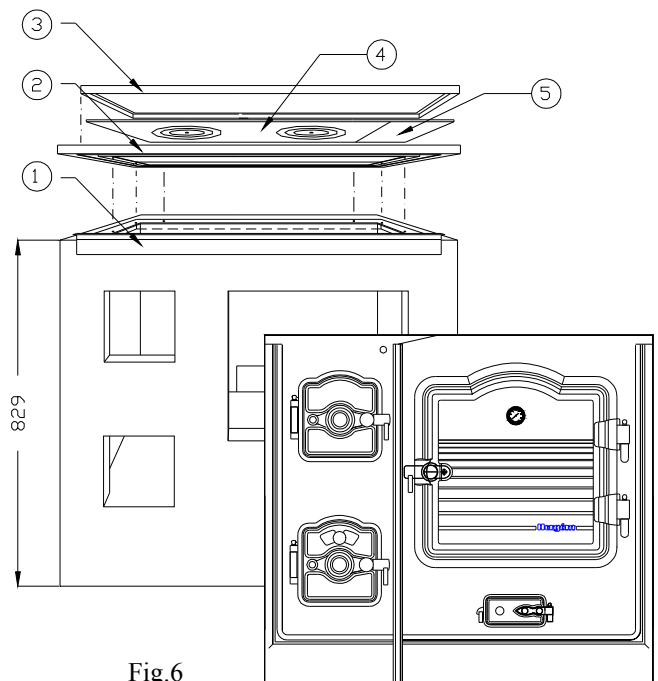

Fig.6
Coloque el **protector bajo encimera** de hierro fundido (4) sobre el marco (2), asegurándose de que quede centrado. Instale los dos juegos de arandelas en su posición. El suplemento derecho (5) (Fig.6), sólo lo llevan los Mod. N°8 y N°9). EL PROTECTOR BAJO ENCIMERA NUNCA DEBE PEGARSE, ÚNICAMENTE POSARLO.